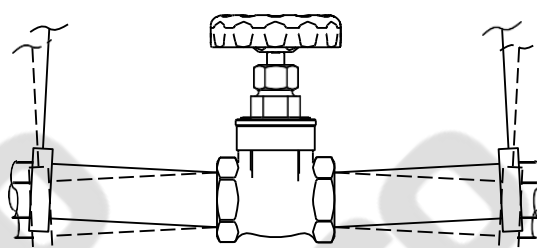

图 4
- 避免使阀门产生过大的应力，可以适度地支撑或固定阀门。（图4）